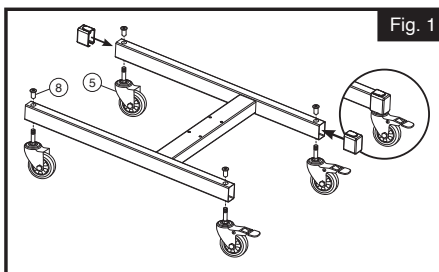

Fig. 1
1. Inserte los tornillos de las ruedas de 3 pulgadas (5) a través de los orificios inferiores del marco de la base (4). (Fig. 1)
2. Introduzca las M10 tuercas del tubo (8) por los orificios superiores del marco de la base y apriételas con la llave hexagonal de 6 mm (12) y la llave de 16 mm (16).
3. Instale las tapas de los extremos del marco de la base en los extremos de las patas del marco de la base y presione firmemente para bloquearlas en su sitio. (Fig. 1)